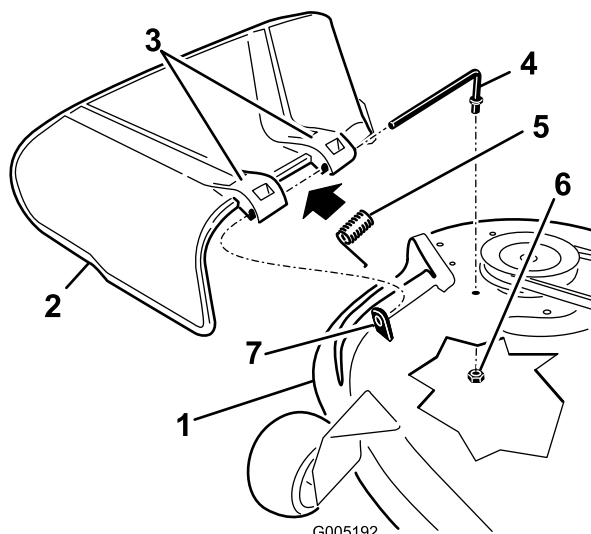

Figure 58
1. Localisez les éléments montrés à la Figure 58.
2. Retirez l'écrou (3/8 po) de la tige, sous le tablier de coupe (Figure 58).
3. Sortez la tige de la courte cheville de positionnement, du ressort et du déflecteur d'herbe (Figure 58). Déposez le déflecteur d'herbe s'il est endommagé ou usé.
4. Remettez en place le déflecteur d'herbe (Figure 58).
6. Placez le ressort sur la tige, les fils d'extrémité dirigés vers le bas, entre les supports du déflecteur d'herbe. Insérez la tige dans le deuxième support du déflecteur d'herbe (Figure 58).
7. Insérez la tige à l'avant du déflecteur dans la courte cheville de positionnement sur le tablier. Fixez l'extrémité arrière de la tige dans le tablier de coupe à l'aide d'un écrou (3/8 po) (Figure 58).